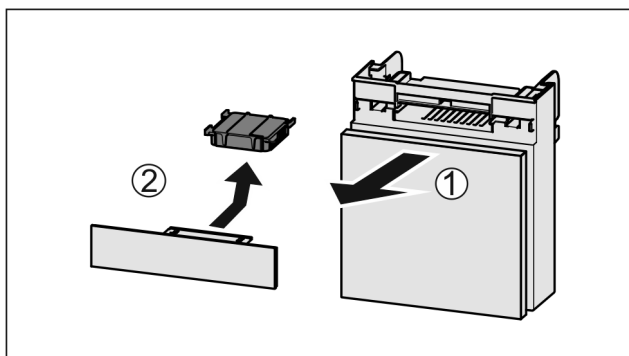

Fig. 145
- Zásuvku vytáhněte dopředu Fig. 145 (1).
- Filtr s aktivním uhlím vyjmete Fig. 145 (2).